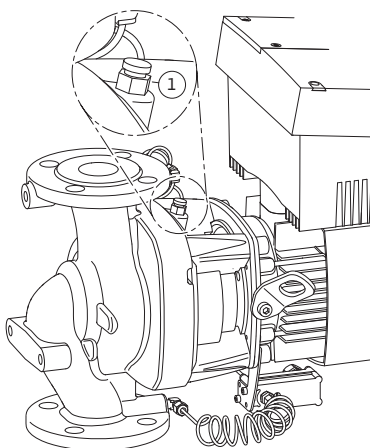

Fig.45: Ilmanpoistovenntiili
- Ilmaa pumpu avaamalla ilmausventtiilit (Fig. 45, kohta 1). Kuivakäynti rikkoo pumpun liukurengastiiviteen. Paine-eroanturia ei saa ilmata (rikkoutumisen vaara).